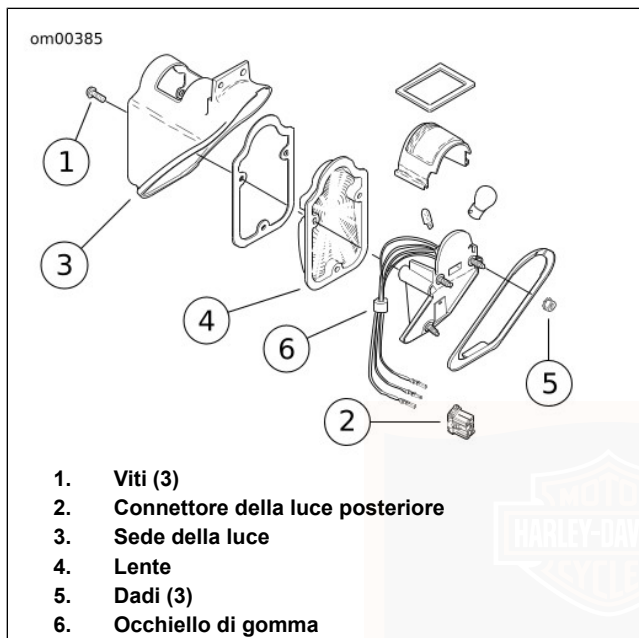

Figura 51. Luce posteriore: modelli FLSTSC/FLSTN
1. Vedere la Figura 51. Togliere la lente.